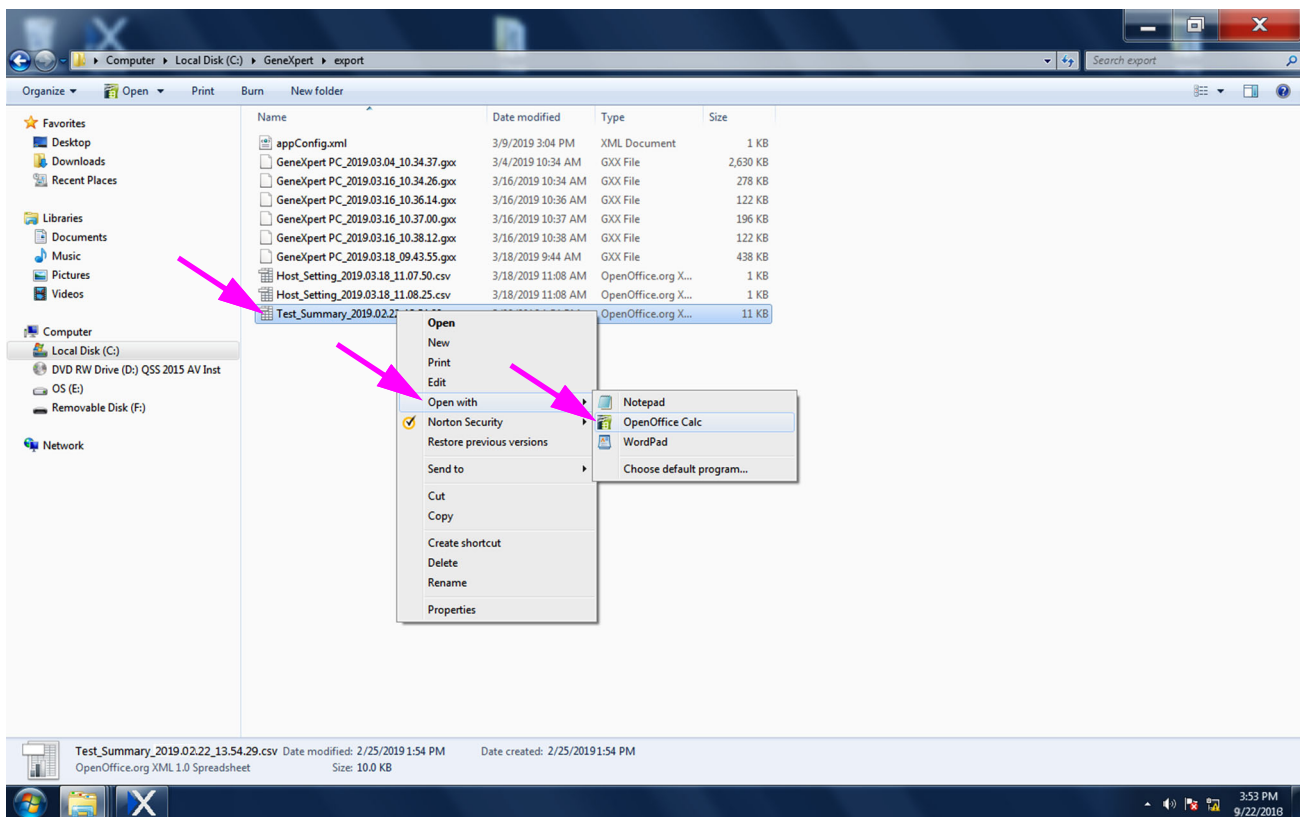

図 C-1. .csv ファイルを開いて Apache OpenOffice を構成する
3. **エクスポート (export)** フォルダで、開きたい .csv ファイルを右クリックします。ドロップダウンメニューが表示されたら、**開く (Open with)** をクリックし、**OpenOffice Calc** を選択してください。図 C-1 を参照。